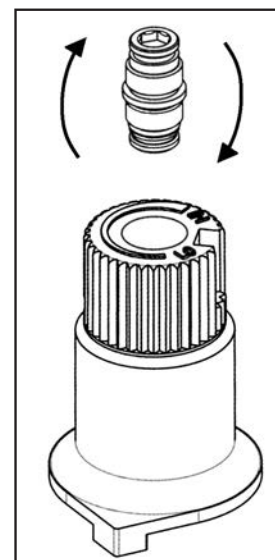

Figure 40: Revirer la vis de la vanne.
- d) Retournez la vis (reportez-vous à la Figure 40).